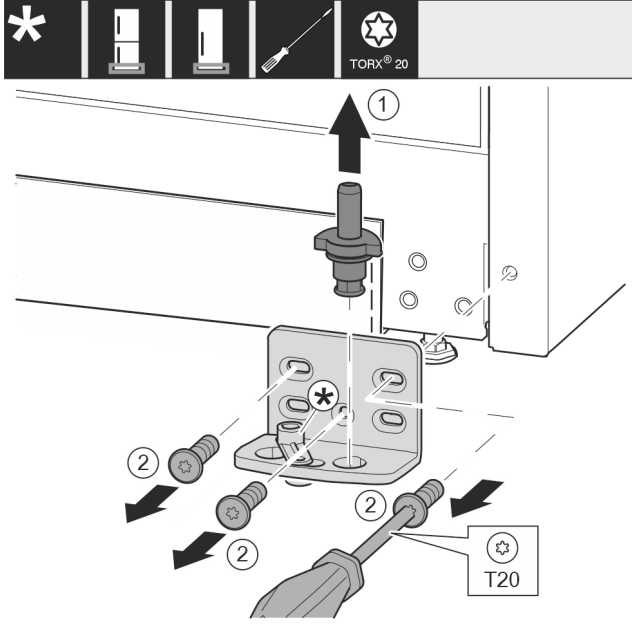

Fig. 14
- ▶ Izvucite podložak ležaja kompletno prema gore. *Fig. 14 (1)*
- ▶ Odvijačem T20 odvijte vijke i skinite podložak ležaja. *Fig. 14 (2)*